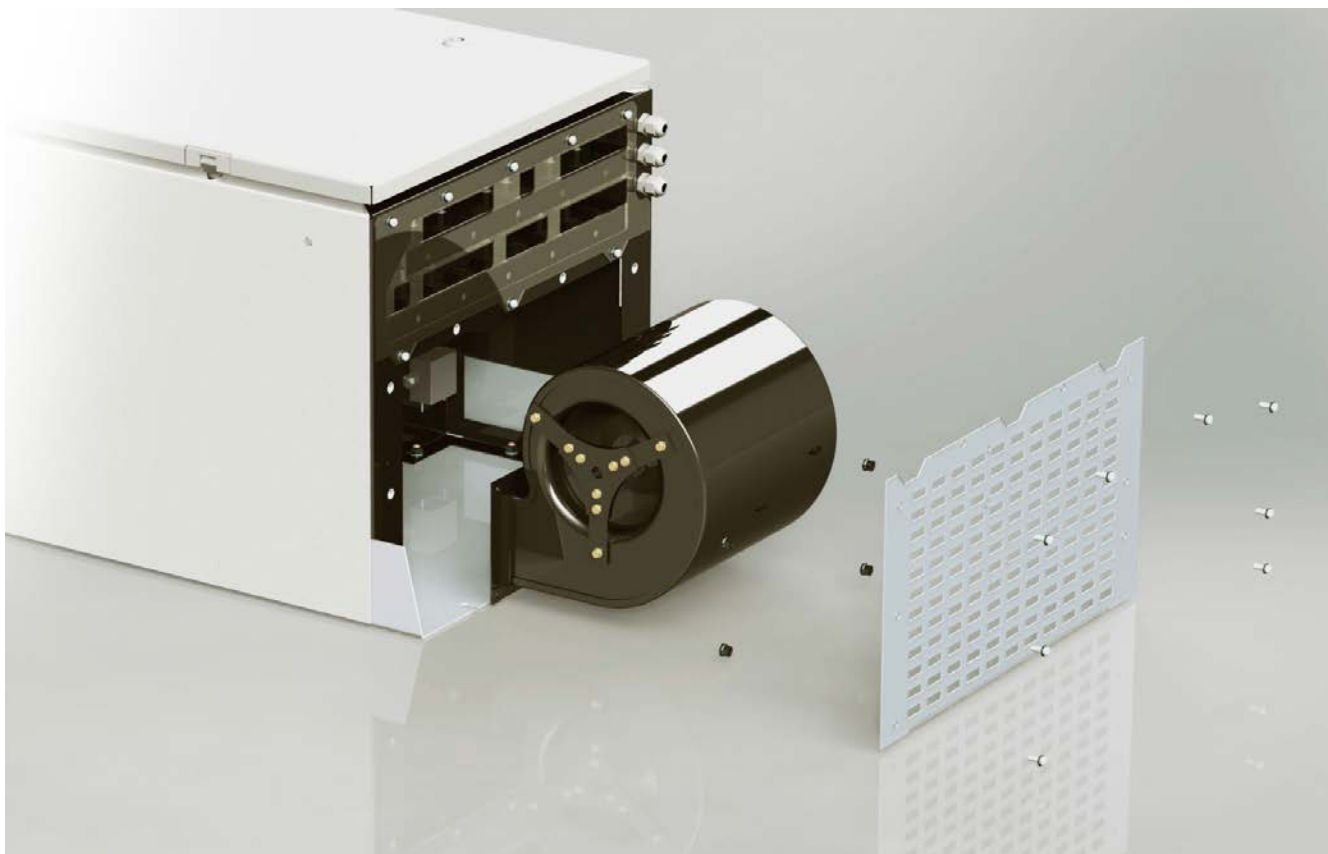

Рисунок 14.3 — Замена вентилятора электроприводов моделей АТ24-М13. . .М20-380-Е*****
2. Снимите защитную решетку вентилятора (см. рис. 14.3):